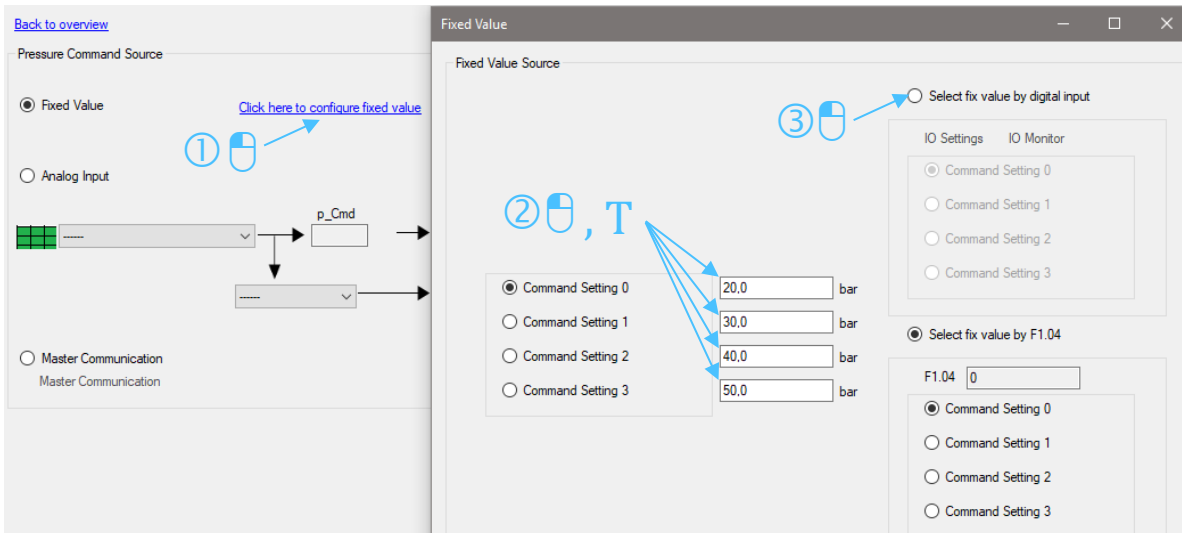

Abb. 25: Drucksollwert umschaltbar 2/2
4. Klicken Sie anschließend auf den Kreis bei „Select fix value by digital input“ (siehe Abb. 25: Drucksollwert umschaltbar 2/2).